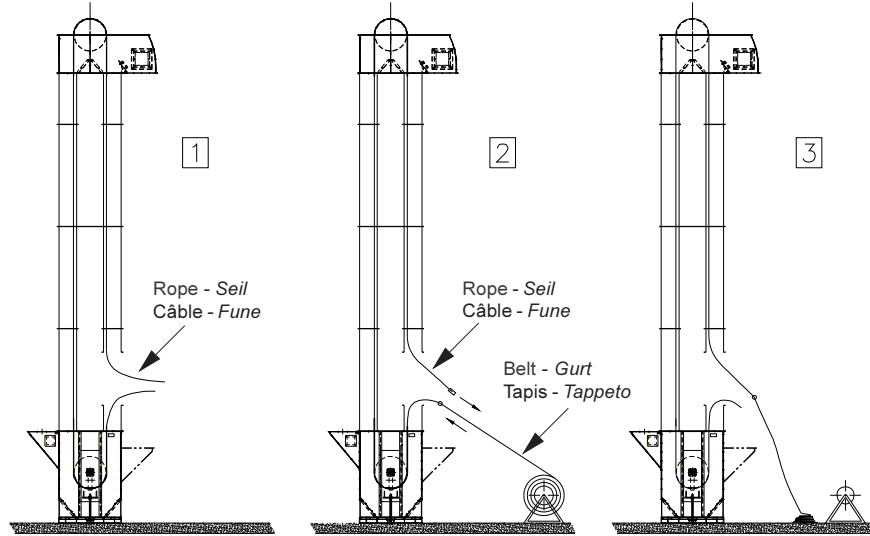

Fig. 7f
- 5) From the head case introduce a rope suitable for pulling the belt make both ends drop down one in each trunking sections, resting it on the upper part of the head roller; the extremity of the rope, turned towards the opening of the bucket mounting case, must be made to exit through the opening, the other end must be wound around the boot roller and must be made to exit from the bucket mounting trunking section (see Fig. 7f-1).
- Continue drawing the belt, inserting it inside the elevator until it is wound around the head roller and the boot roller (see Fig. 7f-3), making use (where supported) of the appropriate auxiliary command, which operates the head roller.
- 5) Durch das Oberkopfgehäuse ein zum Heben des Bechergurtes geeignetes Seil einführen und jeweils ein Ende davon in eine der beiden Gehäuseereihen herunterlassen, wobei man den oberen Teil auf der Kopfrolle abstützt. Das zur Öffnung des Bechermontagegehäuses gerichtete Seilende muss aus der Öffnung austreten. Das andere Ende um die Fußrolle wickeln. Dieses muss ebenfalls aus dem Bechermontagegehäuse austreten (siehe Abb. 7f- 1).
- 7) Am freien Seilende ziehen, um den Bechergurt, der sich von seinem Träger abwickelt, in das Innere der Stahlbaustruktur zu ziehen (siehe Abb. 7f-2).
- Den Bechergurt weiter in das Innere des Becherwerks ziehen, bis man es um die Kopfrolle und die Fußrolle gewickelt hat (siehe Abb. 7f- 3), wobei man (wo vorgesehen) den zusätzlichen Hilfsantrieb benutzt, der die Kopfrolle betätigt.
- 5) Introduire un câble par la caisse de tête pour entraîner le tapis et faire descendre les deux extrémités chacune dans l'un des deux fourreaux, en l'appuyant sur la partie supérieure du rouleau de tête. Il faut faire sortir l'extrémité du câble, tourné vers l'ouverture de la caisse de montage des godets, hors de l'ouverture, l'autre bout doit être enveloppé autour du rouleau de pied et il doit sortir par le fourreau de montages des godets (voir Fig. 7f- 1).
- 7) Tirer le bout libre du câble, de manière à entraîner la bande qui se déroule de la bobine à l'intérieur de la structure (voir Fig. 7f-2).
- Entraîner le tapis en l'introduisant à l'intérieur de l'élévateur jusqu'à l'entourer autour du rouleau de pied et de tête (voir Fig. 7f- 3), en utilisant (là où prévu) la commande auxiliaire spéciale qui actionne le rouleau de tête.
- 5) Introdurre, dalla cassa di testa una fune idonea al traino del tappeto e farne scendere i capi ciascuno in una delle due canne, appoggiandola sulla parte superiore del rullo di testa; l'estremità della fune, rivolta verso l'apertura della cassa montaggio tazze, deve essere fatta uscire fuori dall'apertura, l'altro ramo deve essere avvolto attorno al rullo di piede e pure deve essere fatta uscire dalla canna montaggio tazze (vedi Fig. 7f-1).
- 7) Tirare il capo libero della fune, così da trascinare all'interno della carpenteria il nastro che si svolge dalla bobina (vedi Fig. 7f-2).
- Procedere con il trascinamento del tappeto inserendolo all'interno dell'elevatore sino ad avvolgerlo attorno al rullo di testa e di piede (vedi Fig. 7f-3), avvalendosi (dove è previsto) del comando ausiliario apposito, che aziona il rullo di testa.